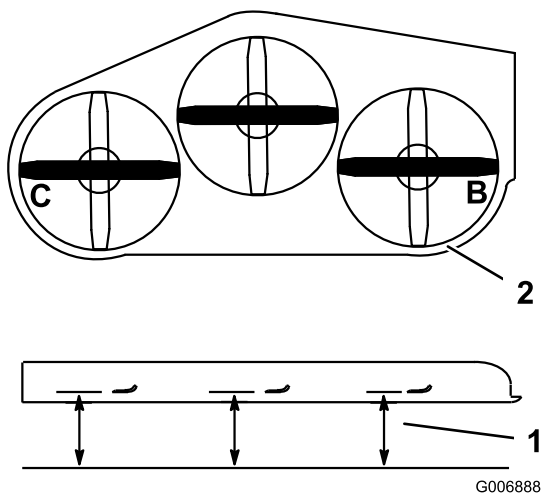

Figura 82
1. Coloque la cuchilla **derecha** en posición lateral (Figura 82).
2. Mida la cuchilla derecha en la posición **B** desde una superficie nivelada hasta el filo de corte del extremo de la cuchilla (Figura 82).
4. Coloque la cuchilla izquierda en posición lateral (Figura 82).
5. Mida la cuchilla izquierda en la posición **C** (Figura 82) desde una superficie nivelada hasta el filo de corte del extremo de la cuchilla.